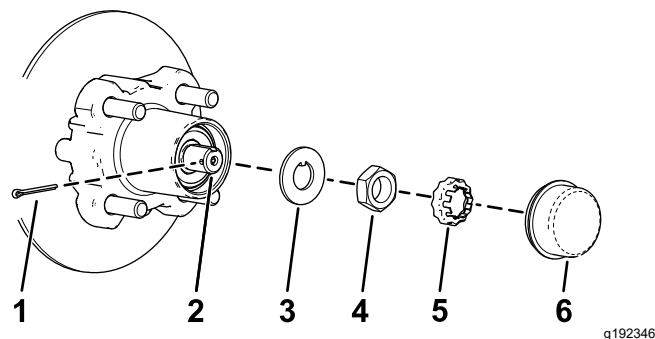
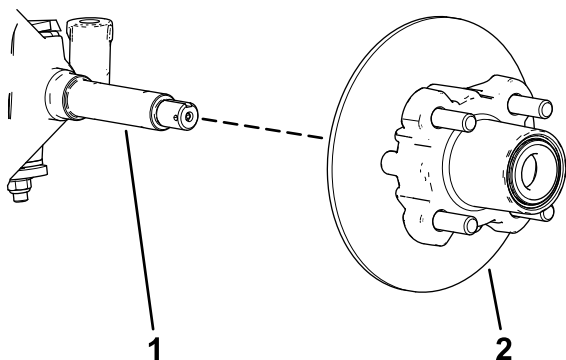

Figure 32
Figure 33
4. Déposez le couvre-moyeu du moyeu (Figure 32).
5. Retirez la goupille fendue et l'arrêt d'écrou de la fusée et de son écrou (Figure 32).
6. Retirez l'écrou de la fusée et déposez l'ensemble moyeu et disque de la fusée (Figure 32 et Figure 33).